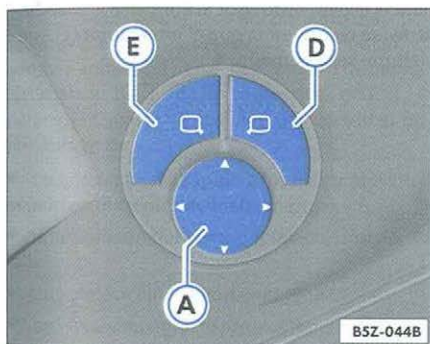

Fig. 62 Interruptor de regulación eléctrica de los espejos externos
- Seleccione el espejo que será regulado (E) izquierdo o (D) derecho, presionando la tecla correspondiente ⇒ fig. 62.
- Presione el borde del botón (A) ⇒ fig. 62 para regular el espejo hasta la posición deseada.
Es posible dejar una posición preseleccionada para el ajuste del espejo retrovisor externo del lado derecho³¹⁾ para visualizar el borde de la acera y facilitar las maniobras en marcha atrás. Para memorizar la posición del espejo, se debe seleccionar el interruptor ⇒ página 83, fig. 62 , encastrar la marcha atrás y ajustar el espejo para la posición deseada.